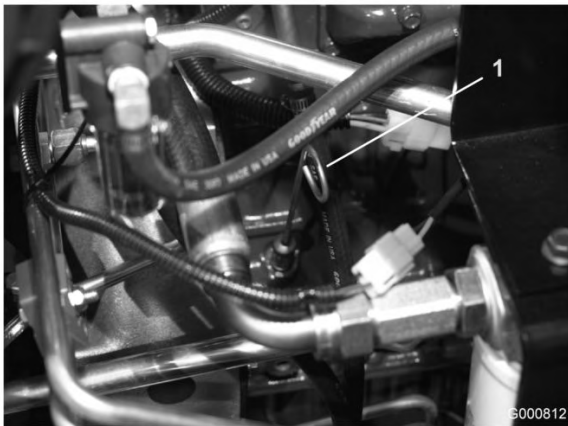

Figure 30
2. Sortez la jauge (Figure 30), essuyez-la sur un chiffon propre et remettez-la en place. Ressortez la jauge et vérifiez le niveau d'huile : le liquide doit atteindre le repère maximum (FULL) sur la jauge.